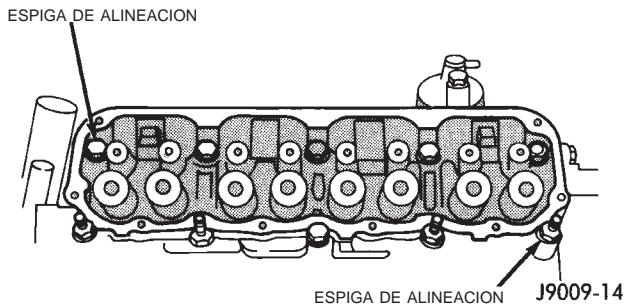

Fig. 36 Posición de las espigas de alineación
(2) Instale una espiga en el orificio del perno nº 10 y la otra espiga en el agujero del perno nº 8 (Fig. 36).
(3) Retire los paños de taller del interior de los huecos de cilindro. Revista los huecos con una capa de aceite de motor limpio.
(4) Coloque la junta de la culata de cilindros del motor (con los números hacia arriba) sobre las espigas de alineación.
(5) Coloque la culata de cilindros del motor sobre las espigas de alineación.